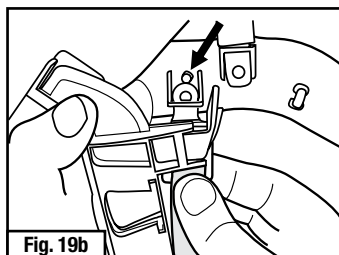

Fig. 19b
2. Instale la correa para el mentón al insertar los clips en los puntos de conexión en el arnés, según se muestra en la Fig. 19b. Presione con firmeza la orificio en el clip de la banda para el mentón en el pasador del arnés.